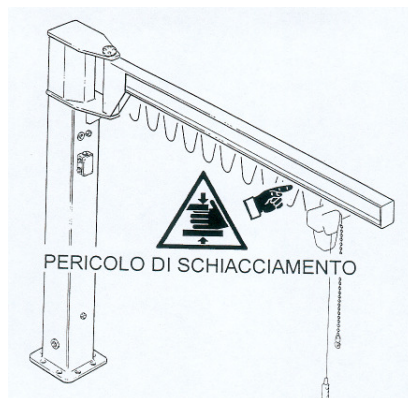

Fig.65
- **TOUJOURS** vérifier le chemin de roulement du chariot palan. Si ce n'est pas possible fournir les mesures d'adaptation appropriées comme par exemple une signalisation dans la zone à risque (fig. 65).